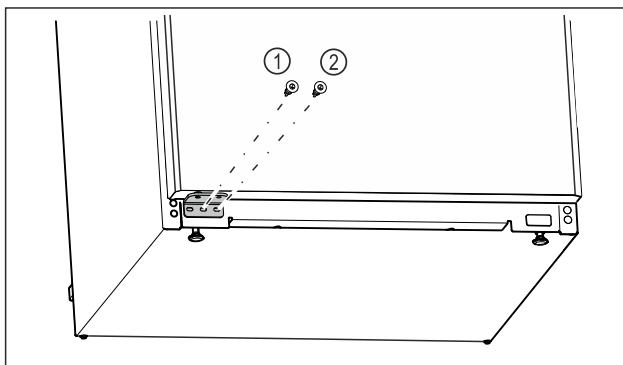

Fig. 21
- ▶ Serrer la vis centrale du support de palier Fig. 21 (1) avec un tournevis Torx 20.
- ▶ Serrer la vis intérieure du support de palier Fig. 21 (2) avec un tournevis Torx 20.